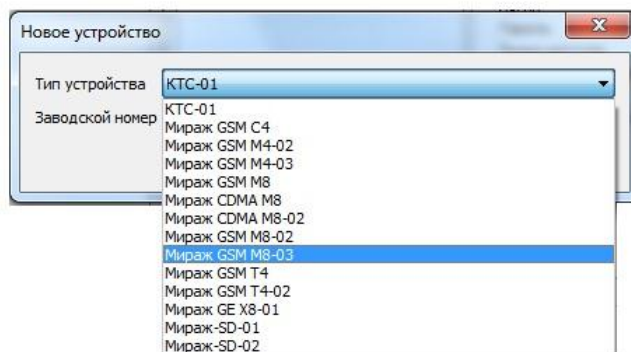

Рис.5 Создание базового устройства
2.3.3.1 Для создания устройства в программе необходимо в поле А щёлкнуть правой кнопкой мыши и в выпадающем меню выбрать пункт «Добавить СПИ» рисунок 5.